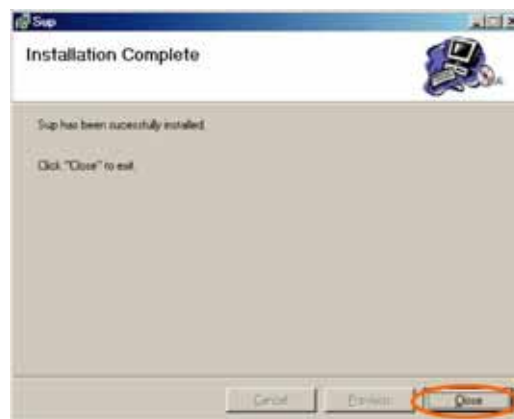

Рис. 1-12
- 5** Для завершения восстановления нажать "Закреть" (Close) (рис. 1-12).